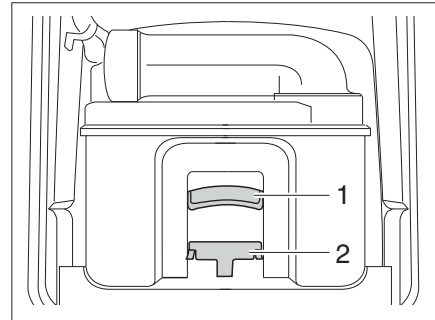

Fig. 145 Cassette Thetford
- Empujar el estribo de sujeción (Fig. 145,2) hacia delante para desbloquear el inodoro cassette y extraer el cassette con el tirador (Fig. 145,1).